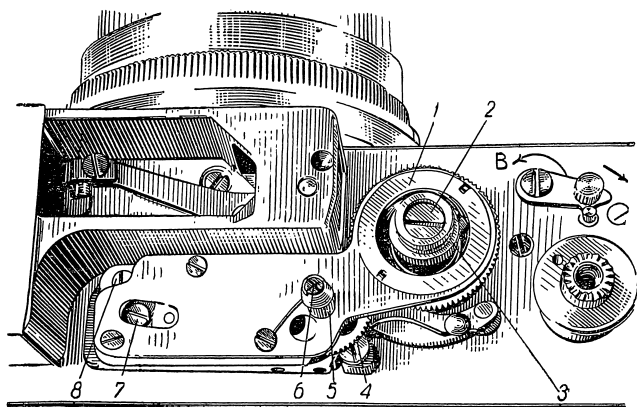
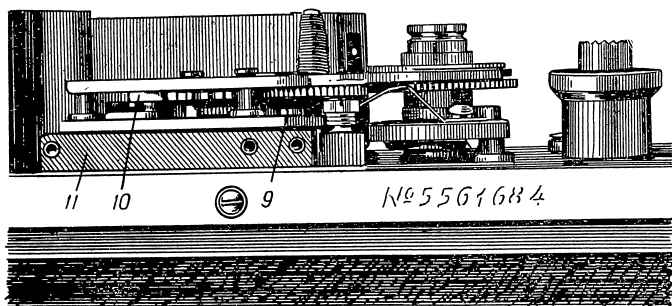
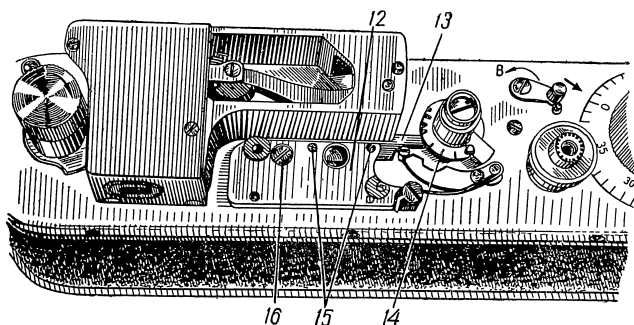
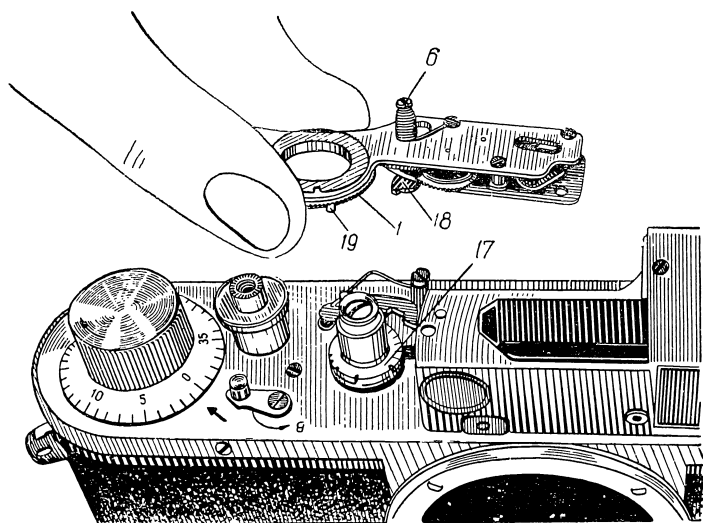

Рис. 217. Механизм замедления.
Рис. 218. Детали механизма замедления.
Рис. 219. Основание механизма замедления.
Рис. 220. Установка механизма замедления.
и приводится в действие системой рычагов, а механизм дополнительных выдержек камеры «Зоркий-ЗМ» находится под верхним щитком (рис. 217, 218) в непосредственной близости к механизму выдержек.
Устройство и принцип работы. Механизм замедления (рис. 217) состоит из системы шестерен и анкера, которые приводятся в действие пружиной 5. Пружина 5 устанавливается на оси 6, на другом конце которой расположен от-
секатель 18 (рис. 220). Анкер 10 (рис. 218) расположен на рычаге, который после регулировки фиксируется винтом 7 (рис. 217). В аппарате «Зоркий-3» рычаг, на котором установлен анкер, при выдержке $\frac{1}{10}$ сек. поворачивается и
Механизм замедления крепится двумя винтами к основанию 12 (рис. 219), представляющему собой пластинку с
Механизм замедления связан с механизмом установки выдержек пальцем 19 (рис. 220), установленным на заводной шестерне 1.
Пружина механизма замедления 5 (рис. 217) всегда находится в заведенном состоянии и вращает шестерни механизма до тех пор, пока отсекается 18 (рис. 220) выжмет рычаг-отсекатель 13 (рис. 219) и тем самым ограничит движение шестерен механизма. В таком состоянии находятся механизм замедления и рычаг-отсекатель во время работы шторного затвора на всех выдержках, кроме длинных (дополнительных). При установке длинных выдержек рычаг экспозиции 3 (рис. 217) захватывает палец 19 (рис. 220) и поворачивает заводную шестерню 1, которая вращает шестерни механизма замедления и ось 6 с отсекаем 18 и освобождает рычаг-отсекатель 13 (рис. 219). Рычаг, в свою очередь, под действием пружины выдвигается и задерживает движение второй шторки.
1. Неисправности, связанные с загрязнением механизма. Если в механизм замедления попала вода, необходимо его снять и почистить. При попадании между зубьями шестерен мельчайших песчинок механизм замедления выходит из строя и его нужно разобрать и почистить. Для этого отвинчивают винты 8 (рис. 217) и 9 (рис. 218), расположенный под шестерней 4 (рис. 217), в которой сделано четыре отверстия для установки отвертки. Затем поворачивают шестерню 4 так, чтобы одно из отверстий оказалось над головкой винта 9 (рис. 218). Если по какой-либо причине нельзя повернуть
При снятии механизма замедления следует двумя пальцами правой руки придерживать заводную шестерню 1 (рис. 220), не давая ей вращаться. Сняв механизм, нужно внимательно осмотреть и запомнить положение пальца 19 и выступа отсекателя 18, так как от их правильной установки зависит работа механизма замедления и штормного
затвора. Затем, освободив заводную шестерню 1, нужно посчитать количество ее оборотов (их может быть два-три) до полного выхода завода пружины 5 (рис. 217). Заведя на это количество оборотов заводную шестерню 1 и затем отпустив ее, можно проверить, как работает механизм замедления. Если шестерни вращаются нормально и анкер работает, значит, механизм исправен. Если же шестерни движутся рывками или вообще не движутся, механизм не исправен и его нужно чистить. Механизм замедления чистят в бензине часовой щеткой. Особенно внимательно необходимо осмотреть и почистить зубья шестерен. Все оси не очень обильно смазывают маслом. При установке механизма замедления нужно вставить пружину 5 (рис. 217)
(если она снималась), завести на необходимое количество оборотов (против часовой стрелки) заводную шестерню и посмотреть, в каком положении оказались палец 19 (рис. 220) и отсекабель 18. Если они стоят в положении «до разборки», то механизм устанавливается на камеру и крепится винтами. При этом нужно держать левой рукой анкер или шестерни, чтобы они были неподвижными. Отверстия для винтов крепления имеют значительно больший диаметр, чем диаметр винтов, чтобы можно было регулировать установку механизма замедления. Рычаг экспозиции 3 (рис. 217) не должен задевать заводную шестерню 1 и должен быть в центре ее отверстия. Иногда при регулировке достаточно освободить один из крепежных винтов и, незначительно переместив механизм замедления, добиться его нормальной работы.
Вторая шторка удерживается рычагом-отсекабелем 13 (рис. 219), который держит рычаг поводковой муфты 14. При установке всех, кроме дополнительных, выдержек затвора механизм замедления не заводится и его отсекабель 18 (рис. 220) не дает возможности рычагу-отсекабелю 13 (рис. 219) выдвинуться. Допустим, выдержка была установлена $\frac{1}{2}$ сек., а затем рычаг экспозиции 3 (рис. 217) переставили на другую короткую выдержку, например $\frac{1}{100}$ сек. При этом освобождается палец 19 (рис. 220) и шестерни механизма замедления возвращаются в исходное положение, выжав рычаг-отсекабель 13 (рис. 219). Однако из-за нарушения правильной установки или загрязнения механизма замедления шестерни остаются неподвижными и не выжимают рычаг.
Это повреждение может быть вызвано также и тем, что отсекабель 18 (рис. 220) не попадает на выступ рычага-отсекабеля 13 (рис. 219) из-за неправильной установки
Головка выдержек крепится на рычаге экспозиции 3 (рис. 217), палец которого устанавливается в одно из отверстий диска экспозиции 17 (рис. 220). Отверстия в диске экспозиции не одинаковы. Отверстия длинных выдержек (1 сек., $\frac{1}{2}$ сек., $\frac{1}{5}$ сек. и $\frac{1}{10}$ сек.), работающих с механизмом замедления, несквозные. Поэтому рычаг экспозиции оказывается настолько приподнятым, что может при повороте головки экспозиции зацепить за палец 19 (рис. 220) и завести механизм замедления.
На всех коротких выдержках рычаг экспозиции 3 (рис. 217) не цепляет за палец 19 (рис. 220), а проходит под ним. Неправильная установка головки выдержек приводит к деформации выступающей части механизма замедления в том месте, где установлена заводная шестерня 1. Вследствие этого рычаг экспозиции совсем не цепляет за палец 1 либо цепляет на коротких выдержках. Механизм установки выдержек выходит из строя, и установить головку выдержек невозможно.
4. Неисправность рычага-отсекателя 13 (рис. 219). Рычаг-отсекатель, расположенный под основанием 12, под действием пружины выдвигается в сторону рычага 14 поводковой муфты. Основание 12 крепится к монтажной крышке тремя винтами, два из которых завинчены с нижней стороны монтажной крышки, а один (винт 16) находится сверху. Установка основания по отношению к монтажной крышке регулируется двумя винтами 15. Может случиться, что рычаг не выдвигается или выдвигается с затруднением из-за неправильной посадки основания 12. Если рычаг не выдвигается, нужно
5. Неисправность рычага экспозиции. Бывают случаи, когда установить рычаг экспозиции 3 (рис. 217) невозможно, либо он устанавливается, а при повторении этой же выдержки произвольно меняет положение и происходит другая выдержка. Следует проверить установку и крепление пальца на рычаге экспозиции.
накладкой 15, а второй — под рычагом 17; рычаг призмы 17 не закрыт другими деталями (см. рис. 220), что удобно для его регулировки; призма 16 не приклеена к рычагу 17, а укреплена в оправе. Рычаг призмы 17 также может менять свое положение при помощи подвижной накладки 15.